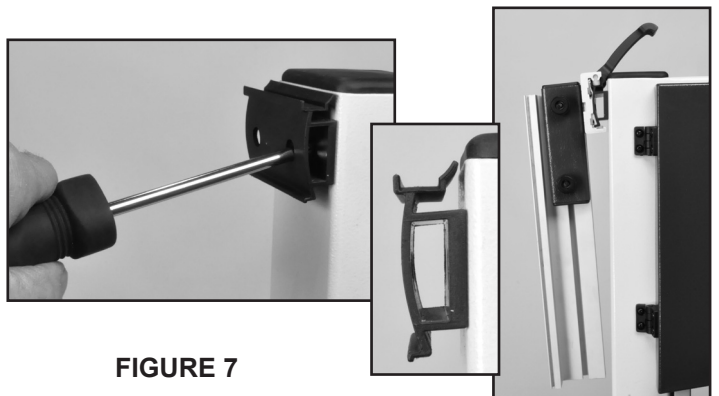

FIGURE 7
1. Installer le panneau du support d'entreposage de la butée (#62) sur le dessus du côté gauche de la colonne avec deux vis cruciformes (#63). Voir la Figure 7, qui montre la bonne position des rebords supérieurs et inférieurs du support. Le rebord double et plus large devrait être placé en haut, tandis que le rebord simple est en bas.